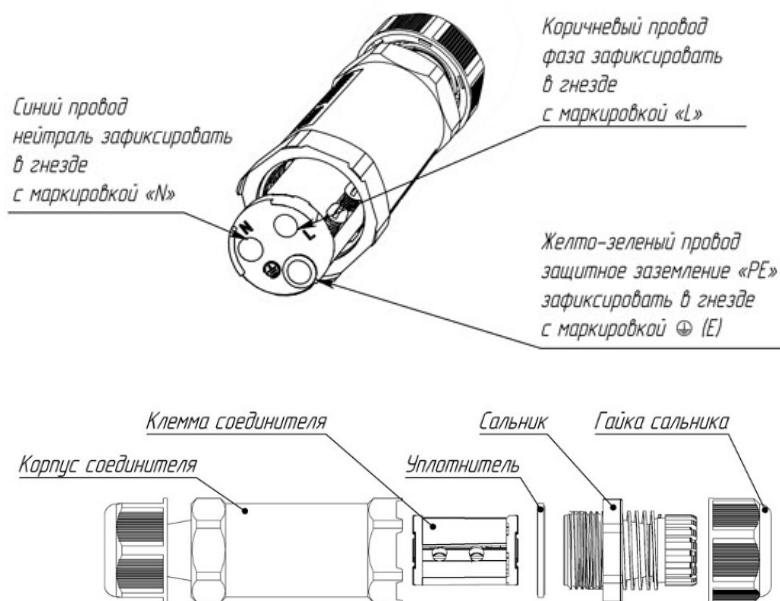

Рис. 9
6.7.9 Подключить светильник к питающей сети с помощью IP-разъема (Рис. 9). Для сохранения степени защиты IP67 необходимый диаметр сечения кабеля должен быть 5-12 мм с проводами диаметром 0,75-2,5 мм.